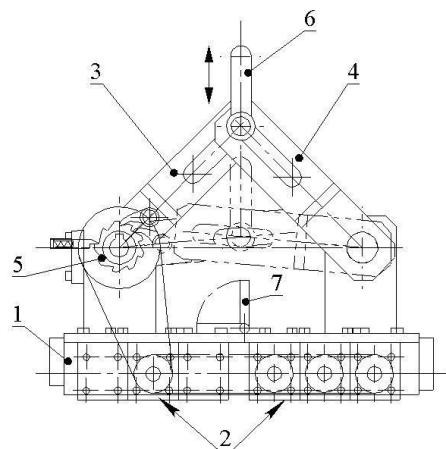

Рис. 2. Устройство магнитного грузоподъемного захвата серии «ЛЗА»
3.1. Конструкция захвата изображена на Рис.2. Она представляет собой сложную управляемую магнитную систему, встроенную в цельный металлический корпус (1). Рабочей поверхностью захвата является нижняя часть корпуса – магнитная подошва (2). Несущими и управляющими элементами захвата являются подвижные рычаги (3) и (4), сочененные между собой с помощью неразъемной тягелажной скобы (6). Скоба служит для подвеса магнитного грузозахвата к грузоподъемным механизмам (кран, лебёдка, и. т. д.).